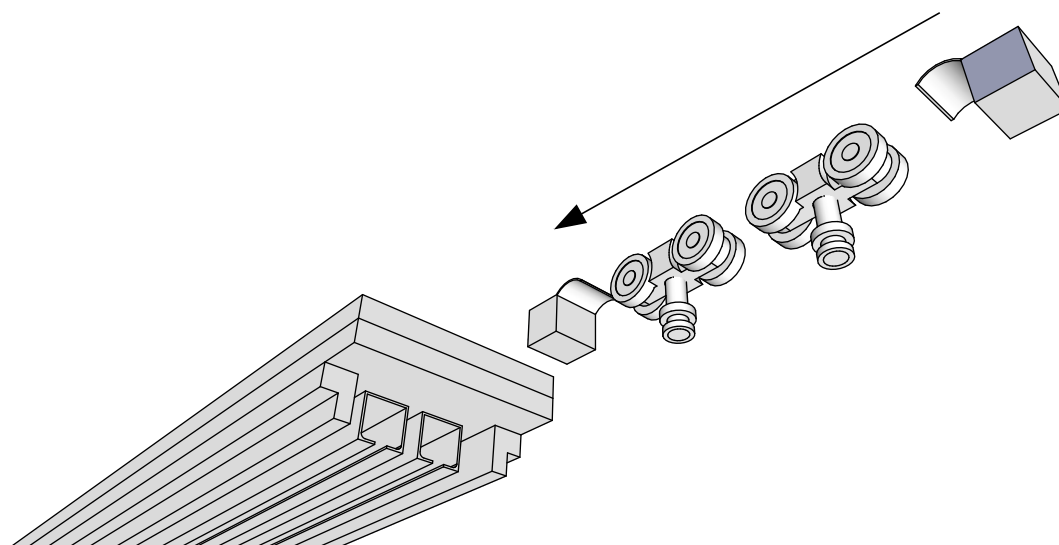

Рисунок 6
2. Завести роликовые каретки внутрь верхнего направляющего профиля (деталь М) и установить по краям концевые стопора (Рис. 6).